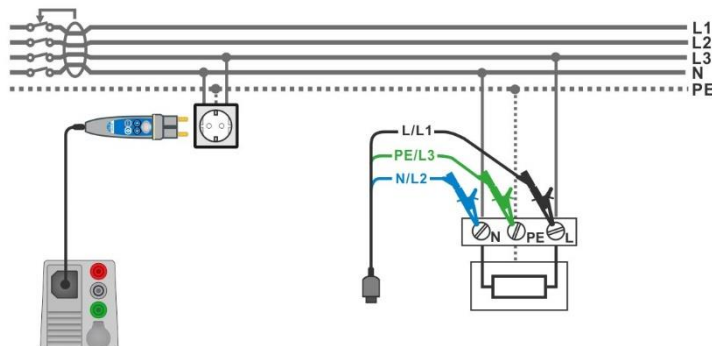

Abbildung 7.75: Z Auto Messung
- › Schließen Sie den 3-Leiter Prüfadapter oder den Commander-Prüfstecker am Prüfling an, siehe **Abbildung 7.75**.